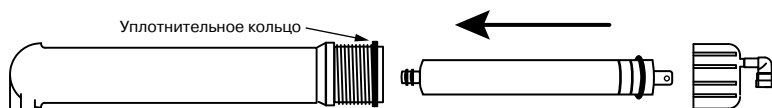

Рис. 8
4. Достаньте мембрану из пластикового пакета и установите ее в колбу (направление установки: двумя резиновыми кольцами — внутрь колбы, см. **рис. 8**), предварительно смазав резиновые уплотнения мембраны тонким слоем силиконовой смазки.